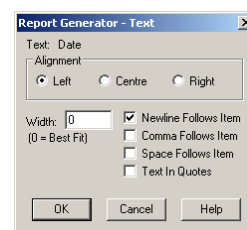

Рис. 10. Добавление в новый отчет текущей даты.
14. В появившемся диалоговом окне Report Generator – Text (рис. 10) в поле Alignment включим опцию Left, в поле Width введем значение 0 и включим опцию New Follows Item, после чего нажмем кнопку OK.